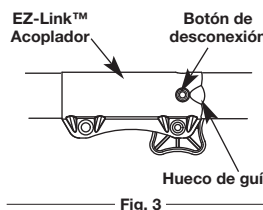

Fig. 3
- Opima y sostenga el botón de desconexión (Fig. 3).
- Mientras sostiene el accesorio con firmeza, empújelo en línea recta en el acoplador EZ-Link™ (Fig. 3).
**NOTA:** La alineación del botón de desconexión con el hueco de guía facilitará la instalación (Fig. 3).